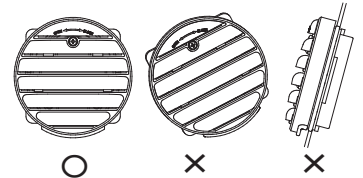

図 1 取付姿勢
- ・取付姿勢は排水が確実に行われるようにしてください。(図 1)